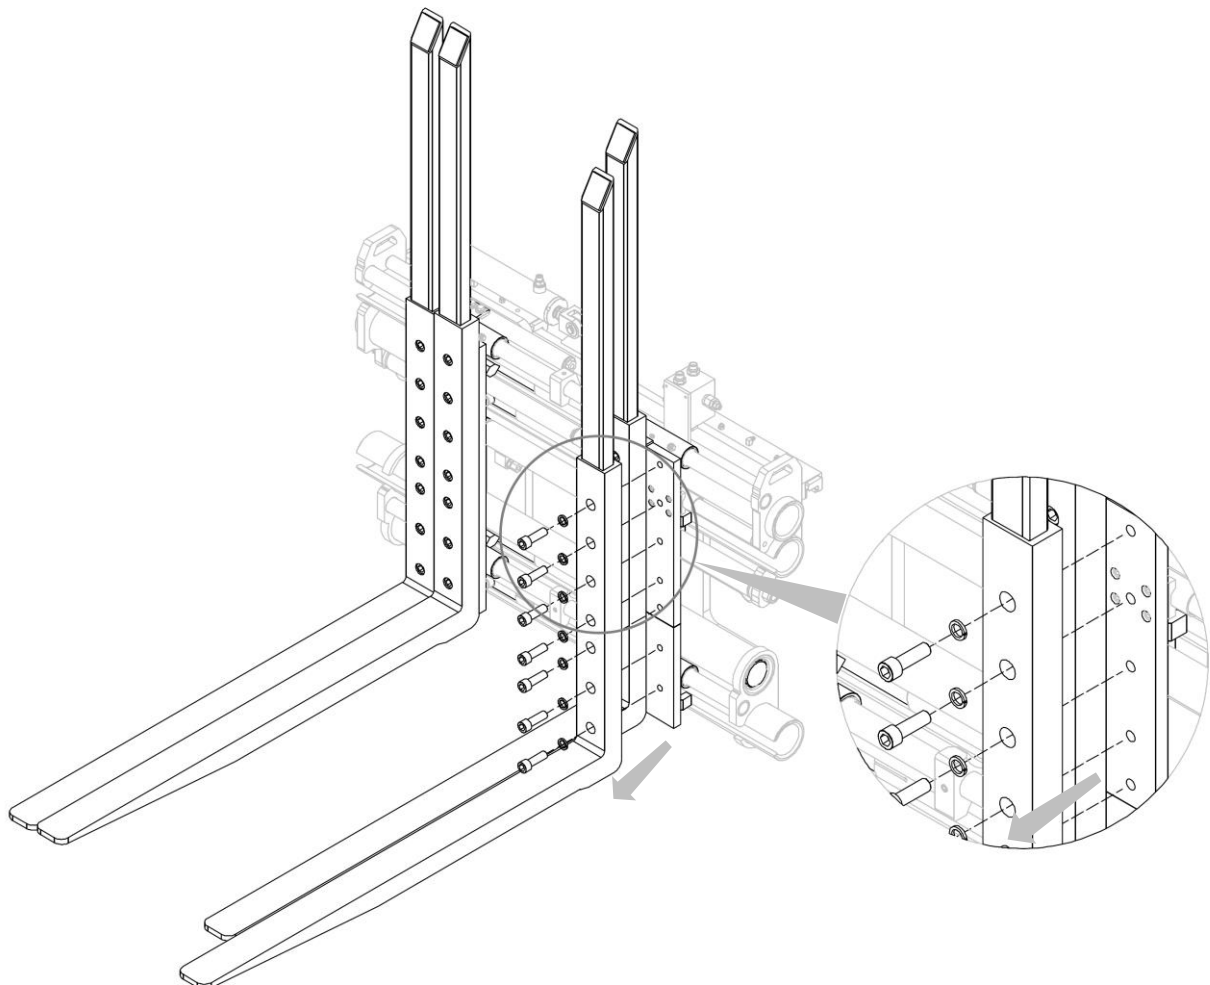

Abbildung 16
2. Schrauben Sie alle Schrauben, mit denen die Gabelzinken festgeschraubt sind, ab (siehe *Abbildung 16*).